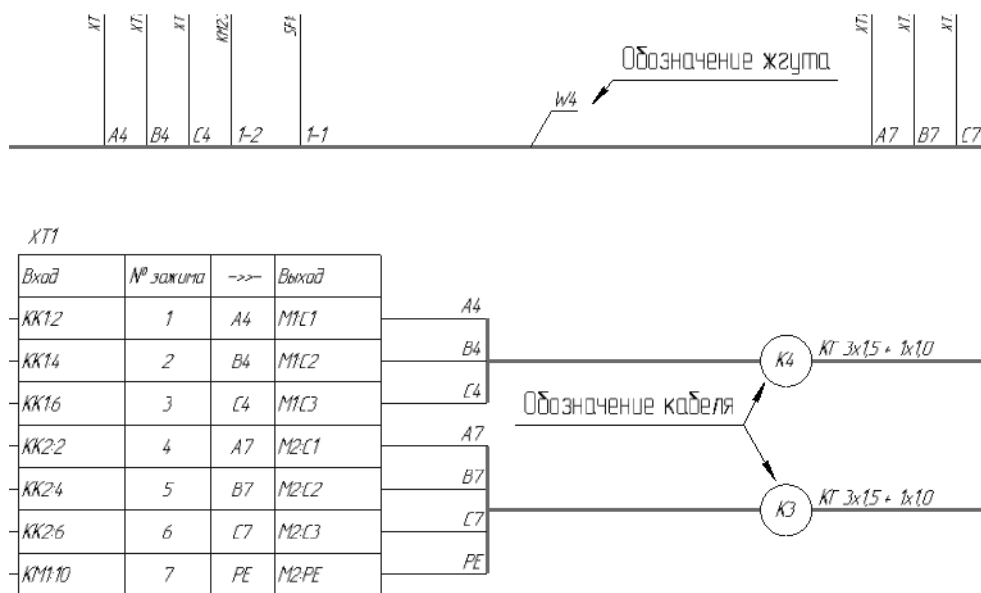

Рис. 26.17. Обозначение кабелей и жгутов на схеме Э4
7. Вставьте обозначение кабелей (см. раздел 22.7.9 на с. 312) и жгутов (см. раздел 22.7.10 на с. 313) в схему (рис. 26.17 на с. 391).